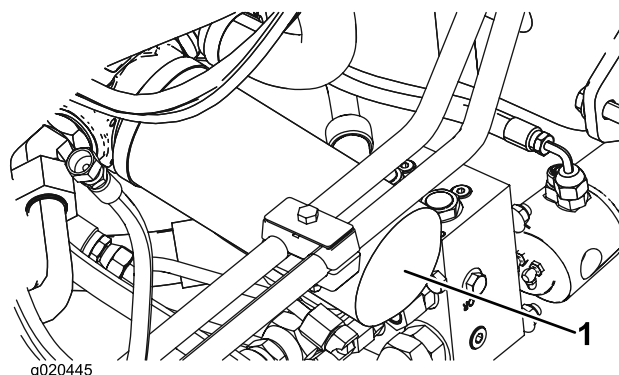

Figure 100
2. Nettoyez la surface autour des surfaces de montage des filtres. Placez un bac de vidange sous le filtre et enlevez le filtre (Figure 100).